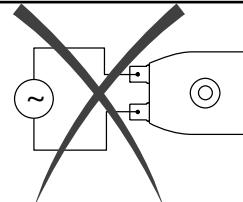

FIG 1a
- Do not power the electric coil when it is not fitted to the valve (see Fig. 1a).
- No alimente la bobina eléctrica cuando no va montada en la válvula (ver Fig. 1a).
- Ne pas alimenter la bobine électrique lorsqu'elle n'est pas montée (voir Fig. 1a).
- Non alimentare la bobina elettrica quando non è montata sulla valvola (vedi Fig. 1a.).
- Die elektrische Spule nur nach Einbau in das Ventil versorgen (siehe Abb. 1a.).